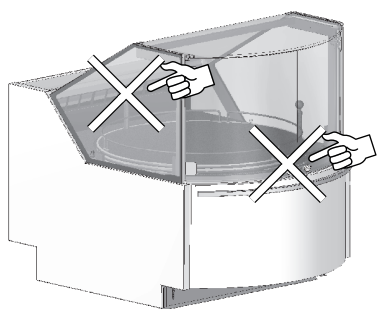

Fig. 21
- La marchandise ne bouche pas le flux d'air réfrigéré ("Fig. 21").